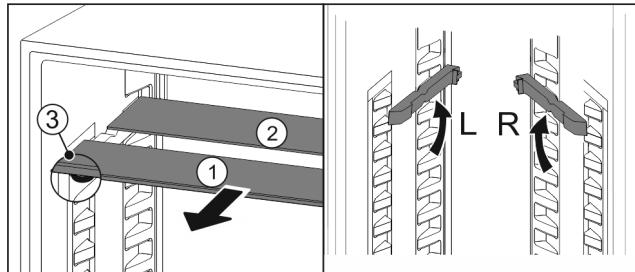

Fig. 19
- Издърпайте Fig. 19 (1) поотделно стъклените площи напред.
- ▷ Стъклена плоча Fig. 19 (1) с декоративната лайстна е отпред.
- ▷ Ограничителите Fig. 19 (3) сочат надолу.